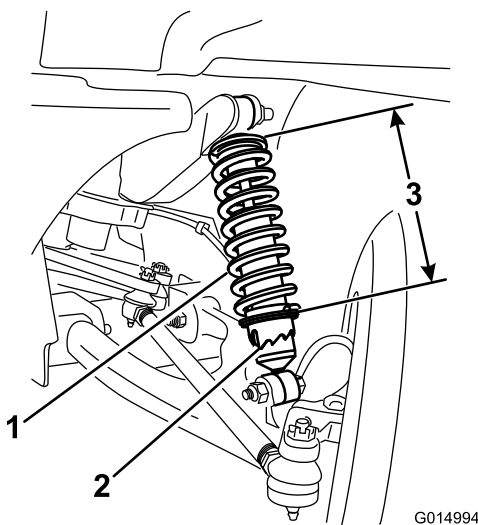

Figure 38
- A. À l'aide de l'outil TORO6010, tournez la bague sur l'amortisseur pour changer la longueur du ressort (Figure 38).